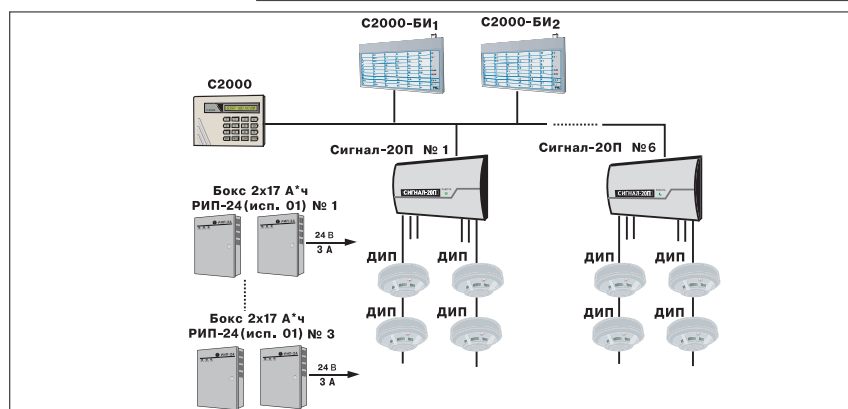

Рисунок 109 — Система пожарной сигнализации на 120 шлейфов
4.2 СРЕДНИЙ ОБЪЕКТ (120 ШС) (РИСУНОК 109)